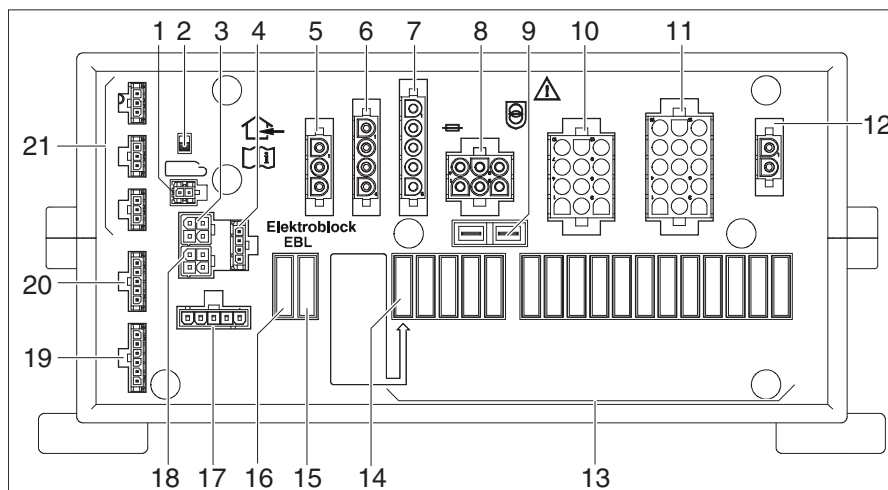

Bild 243 El-block (EBL 402/403)
Monteringsställe El-blocket EBL 402/403 (Bild 243) finns i det bakre förvaringsutrymmet på höger sida.
- ▷ Batteribrytaren (Bild 243,2) skiljer alla förbrukare som är anslutna på el-blocket från 12V-nätet.
- Stäng av och sätt på batteribrytaren (Bild 243,2) tre gånger i följd.